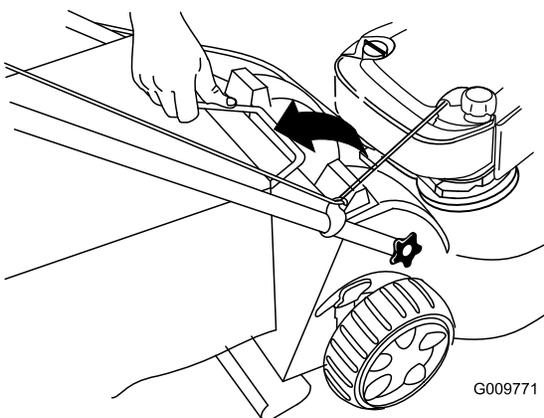

Figura 29
2. Sollevate la maniglia del cesto di raccolta estraendola dalle scanalature presenti sulla parte superiore della macchina e staccate il cesto dalla macchina (Figura 29).